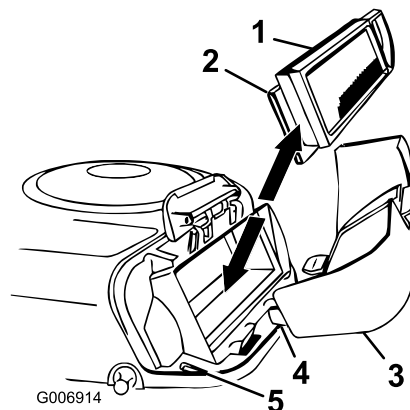

Figure 22
7. Sortez avec précaution les éléments en papier et en mousse du carter de soufflante (Figure 22).
2. Placez les languettes du couvercle du filtre à air en face des fentes du carter de soufflante (Figure 22).